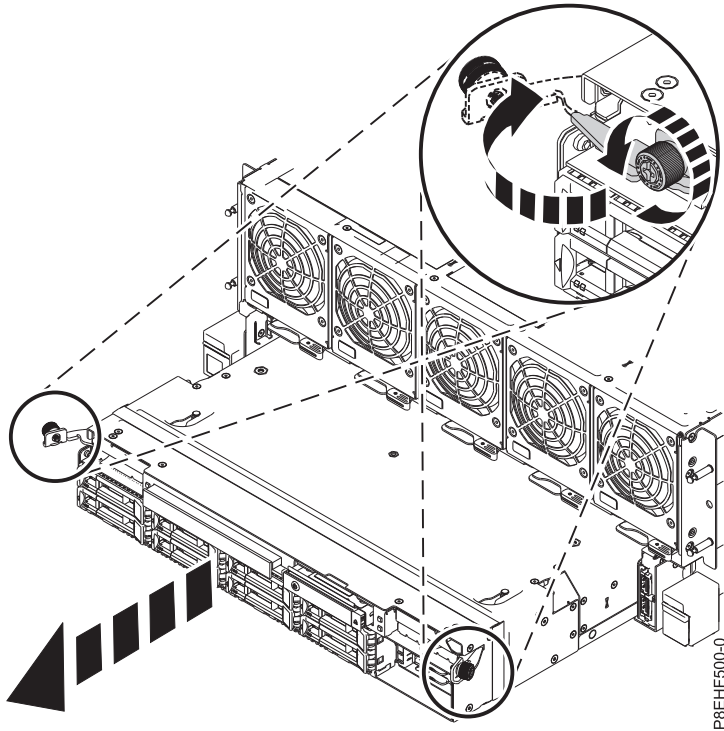

Figura 6. Extracción del conjunto de RAID del sistema
3. Gire los tornillos de mano en la dirección que se muestra en la Figura 6 en la página 10. Tire de los mecanismos de cierre para extraer el conjunto de RAID del sistema, tal como se muestra en la Figura 6 en la página 10.